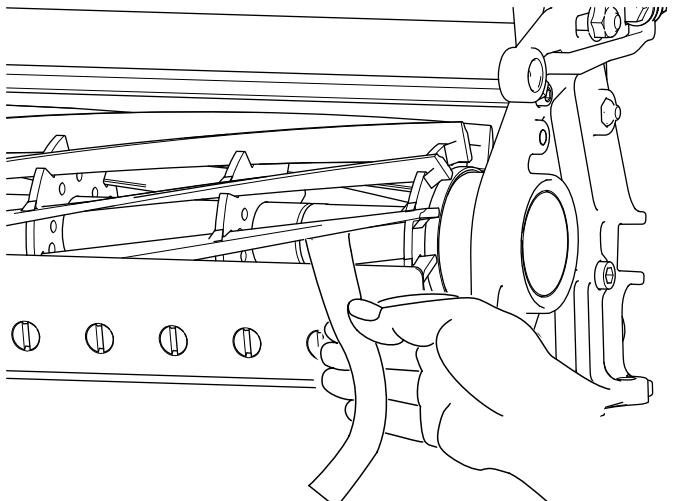

Рисунок 8
- B. Вставьте длинную полоску специальной бумаги Того (№ 125-5610 по каталогу Toro) между барабаном и неподвижным ножом перпендикулярно неподвижному ножу (Рисунок 8), затем **медленно** вращайте барабан вперед; при этом бумага должна разрезаться; в противном случае повторяйте пункты **A** и **B** до тех пор, пока бумага не начнет разрезаться.
- Вставьте длинную полоску специальной бумаги Toro (№ 125-5610 по каталогу Toro) между барабаном и неподвижным ножом перпендикулярно неподвижному ножу (Рисунок 8), затем **медленно** поворачивайте барабан вперед; при этом бумага должна разрезаться; в противном случае поверните регулировочный винт неподвижного ножа по часовой стрелке на один щелчок и повторите действия, описанные в этом пункте; выполнайте эту процедуру до тех пор, пока бумага не начнет разрезаться.